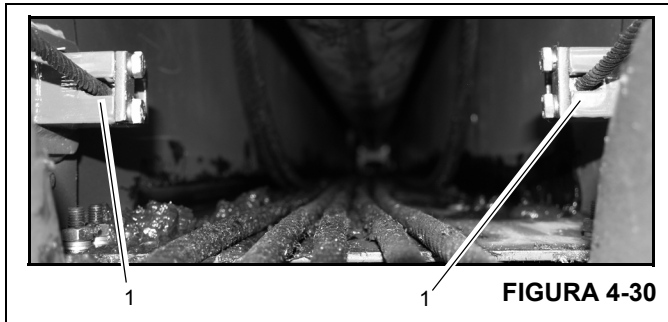

FIGURA 4-30
10. Eleve a parte frontal do conjunto da seção volante e remova as placas de desgaste (4) das cavidades na parte inferior da seção intermediária externa.
12. Remova a placa de retenção que fixa os dois cabos de retração da seção volante (Figura 4-30, 1) na parte traseira da seção volante.